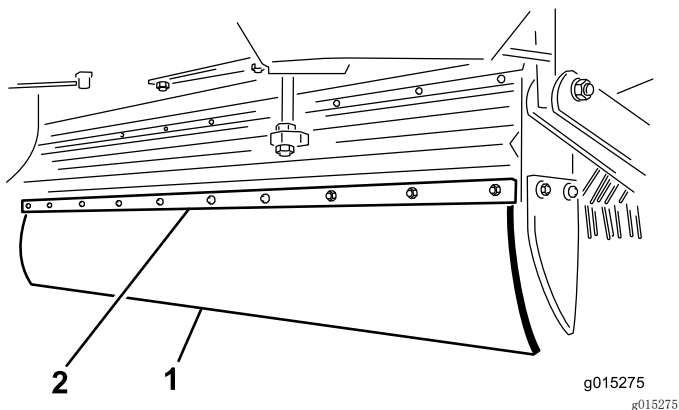

图25
2. 卸下安装挡板和挡板固定装置上的 10 个螺栓、垫圈和螺母 (图25)。